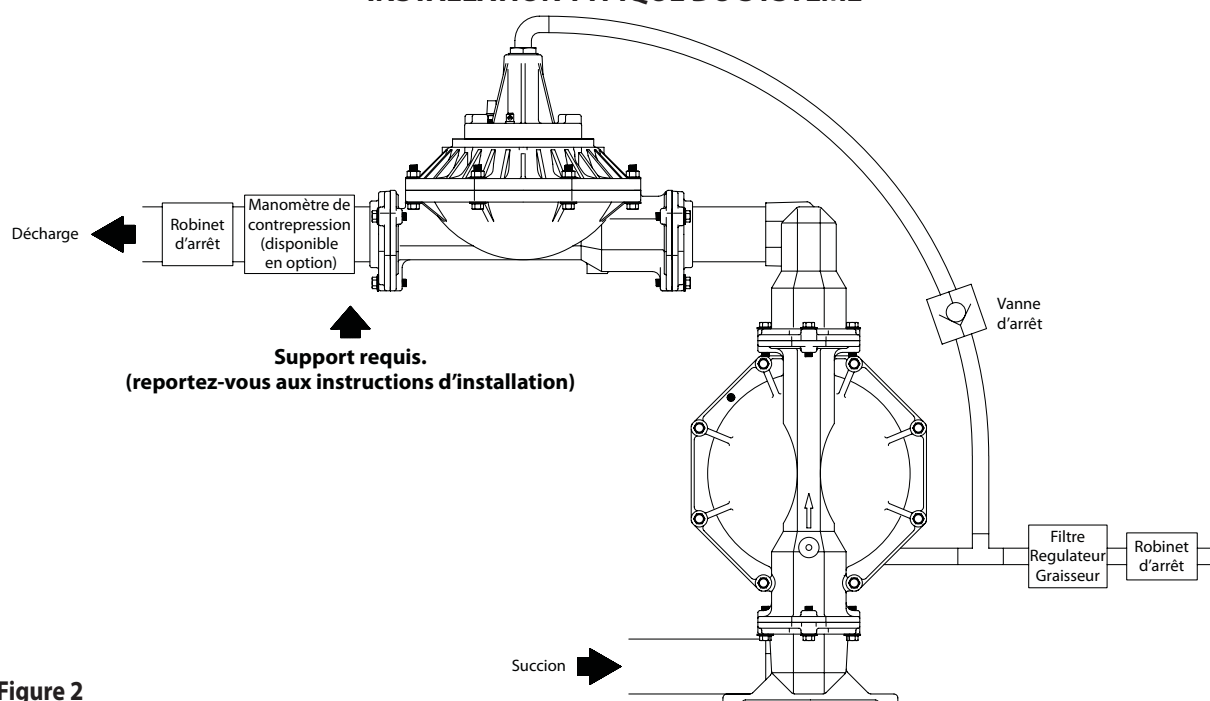

Figure 2
- Positionner l'amortisseur anti-vibrations shock blocker aussi près de l'orifice de sortie de la pompe que possible (tel qu'illustré à la figure 2).